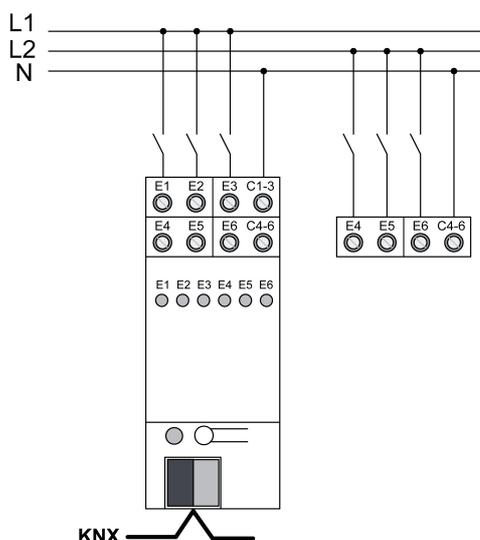

Figura 2: Conexión de circuitos de corriente alimentados por red eléctrica
- Conectar circuitos de corriente alimentados por red eléctrica conforme al ejemplo de conexión (figura 2).
- Conectar los circuitos de corriente MBTF como circuitos de corriente alimentados por red eléctrica (figura 2).